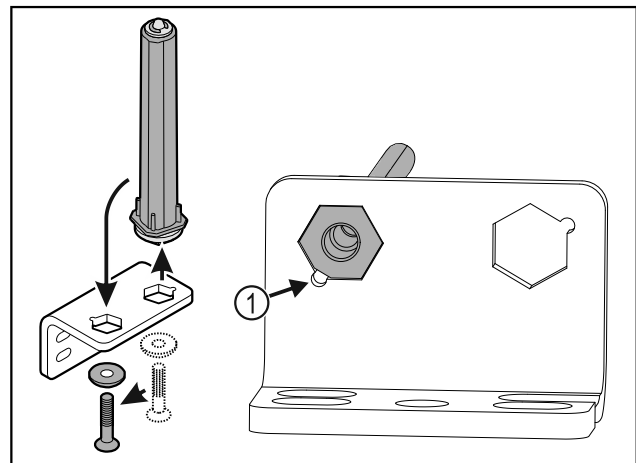

Fig. 37
- Dbajte na to, aby pri nasadzovaní ukazoval úkos čapu Fig. 37 (1) k okrúhlemu otvoru.